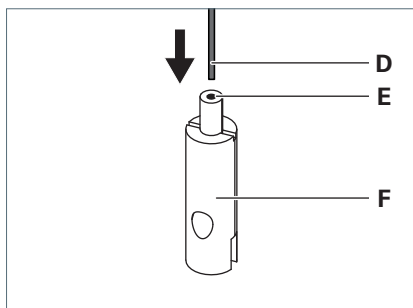

Fig. 15: Drahtseilhalter montieren.
- Führen Sie das Drahtseil **D** durch die Führungsbuchse **E** des Drahtseilhalters **F**, siehe Fig. 15.